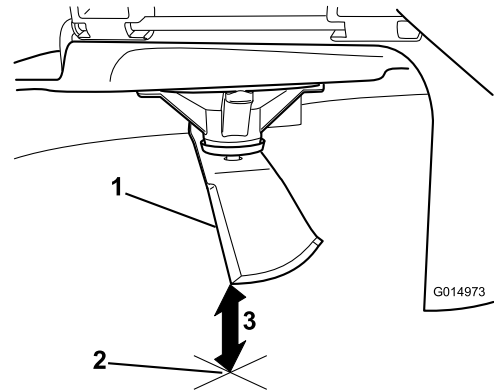

Figura 78
5. Măsurați de la vârful lamei până la suprafața plană (Figura 78).